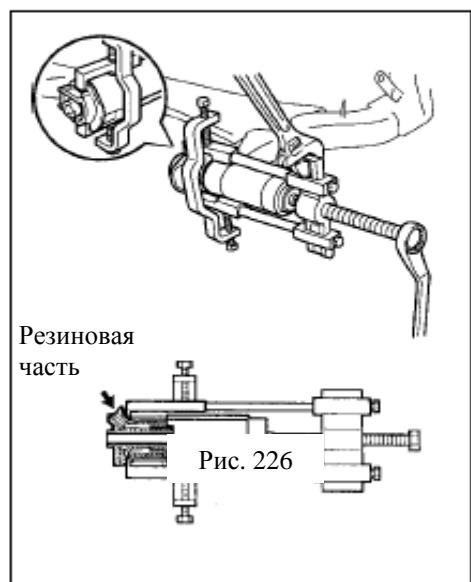

Рис. 226
- (2) Запрессуйте подушку в балку заднего моста
- Не деформируйте плечи втулки(рис. 226)